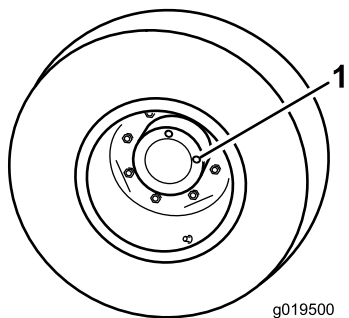

図 53
1. 水平な床面で、点検プラグの 1 つが時計の 12 時を指し、もう 1 つが 3 時を指すようにマシンを駐車する 図 53。
2. 3時の位置にあるプラグを外す 図 53。